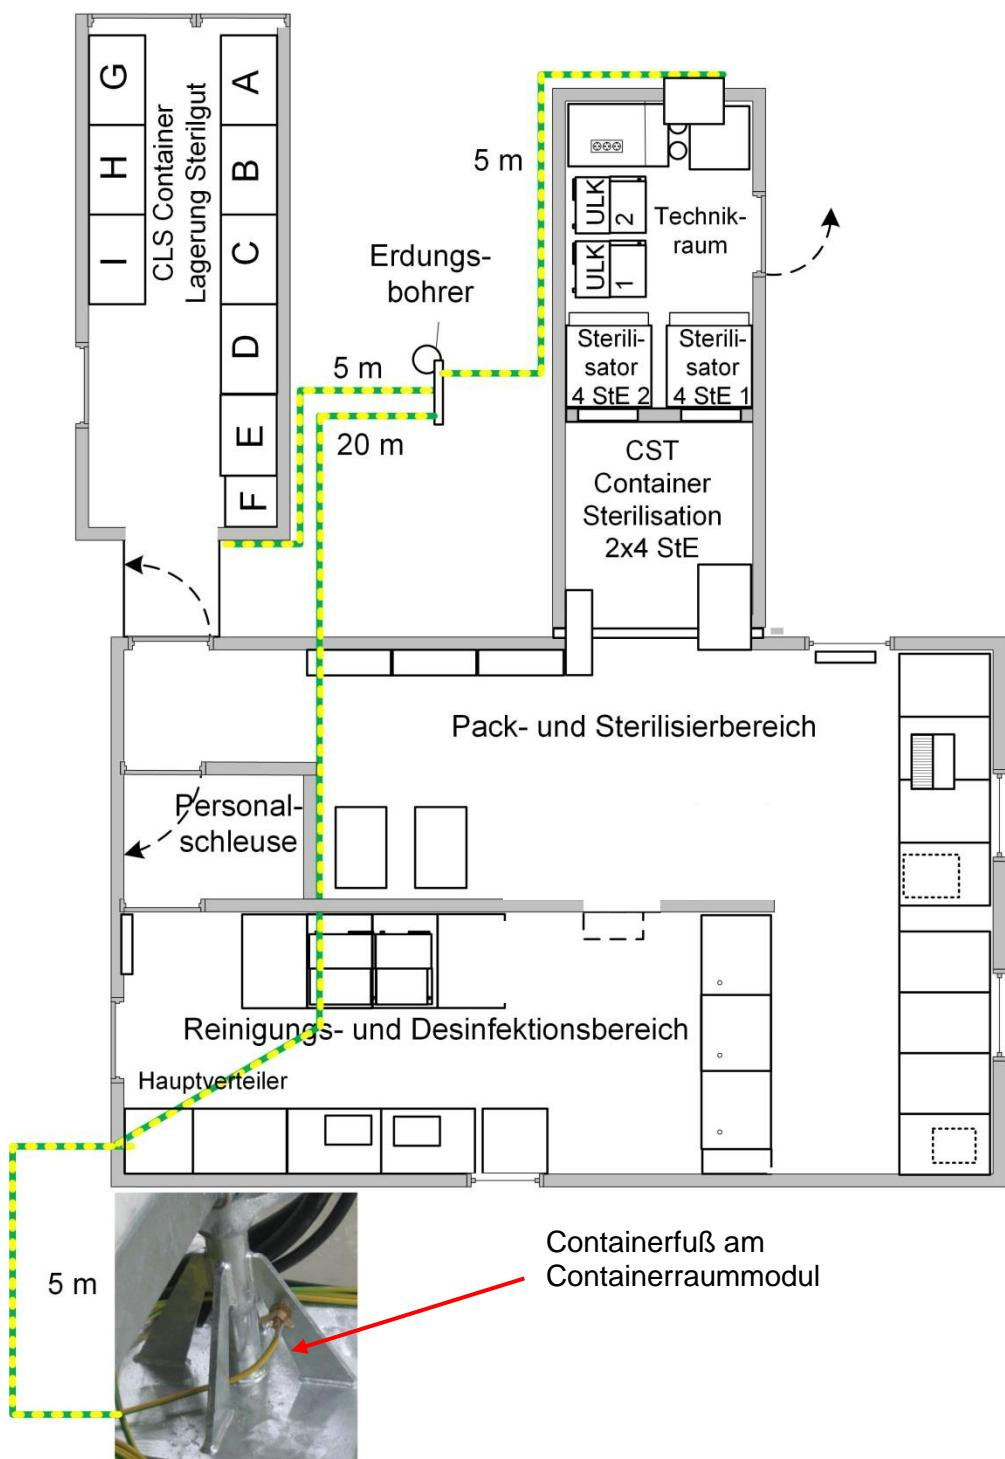

Abb. 10: Schutzleiter im Sterilisationsmodul EinsLaz 72/180
- ◆ Verlegen Sie die folgenden Schutzleiter (siehe Abb. 10:).
- ◆ Schließen Sie die drei Schutzleiter (siehe Abb. 10:) an der Lasche des Erdungsbohrers (siehe Abb. 11:) an. Die Schutzleiter sind jeweils zwischen zwei Fächerscheiben DIN6798 A8, 2 A2 (Art Nr. 50086487) anzubringen.